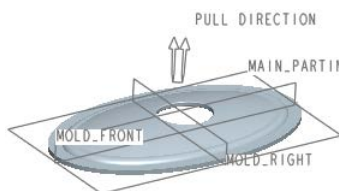

图 21.2 引入参考模型后
Step4. 单击布局对话框中的 **预览** 按钮，可以观察到图 21.2 所示的结果，单击 **确定** 按钮。在 **CAV LAYOUT (型腔布置)** 菜单中单击 **Done/Return (完成/返回)** 命令。
说明：图 21.2 所示的拖动方向与开模方向一致。